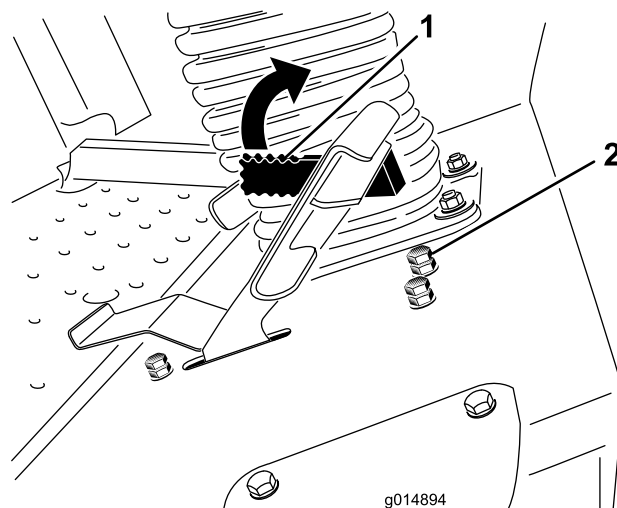

Figura 61
- Afloje la contratuerca del perno de tope del limitador de la velocidad de siega (Figura 61).
La palanca del limitador de la velocidad de siega (Figura 61) puede moverse hacia adelante para limitar la velocidad de tracción durante el uso.